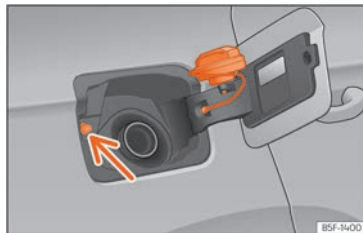

Fig. 223 Tapa del depósito con el tapón encajado.
Evite tocar el botón de bloqueo de la tapa de combustible » » **fig. 223** (flecha). El sistema entenderá que ha acabado y no podrá seguir repostando. Vuelva a pulsar la tecla de la puerta del conductor para continuar.
- Colóquelo en el espacio que hay en la bisagra de la tapa abierta » » **fig. 223**.